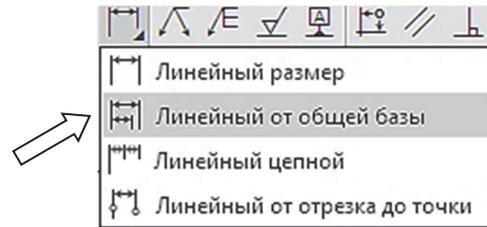

Рис. 3.6-2
1. Вызвать команду **Черчение** → **Размеры** → **Линейный от общей базы**  (рис. 3.6-2).